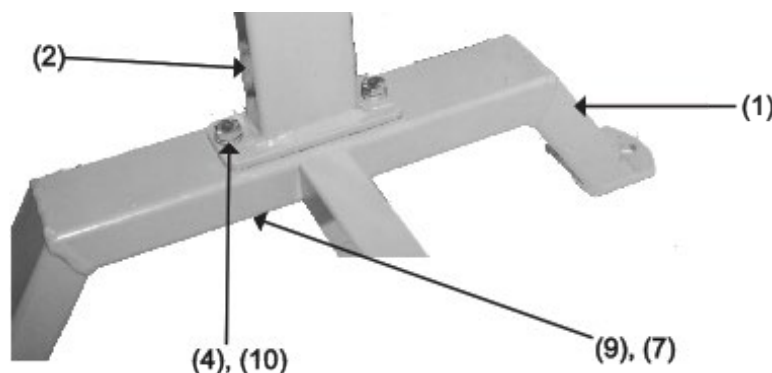

Figure 1
1. Connectez le support principal (3) au support de table (2). Insérez deux boulons (6) avec rondelles (10) à travers le support de table (2) et le support principal (3). Faites glisser deux autres rondelles (10), des rondelles élastiques (9) et vissez les écrous (7).
2. Fixez le support de table (2) au pied (1). Insérez deux boulons (4) avec rondelles (10) à travers le support de table (2) et à travers la jambe (1). Faites glisser deux autres rondelles (10), des rondelles élastiques (9) et vissez les écrous (7). Voir la figure 1 pour plus de détails.